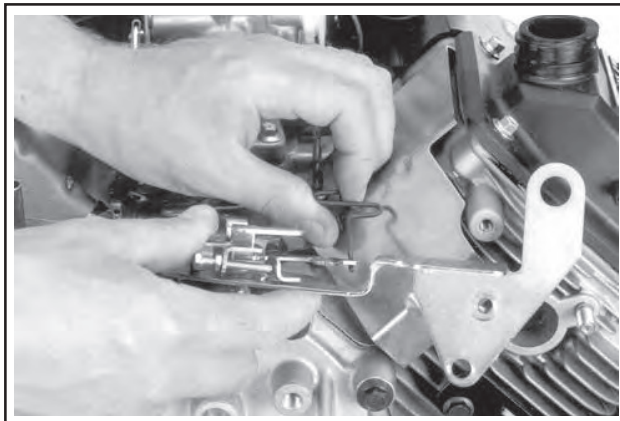

Abbildung 9-24. Das Gestänge des Chokes vom Antriebshebel abnehmen.
3. Die Gestänge des Chokes vom Antriebshebel des Chokes und vom Vergaser abnehmen. Siehe Abbildung 9-24.